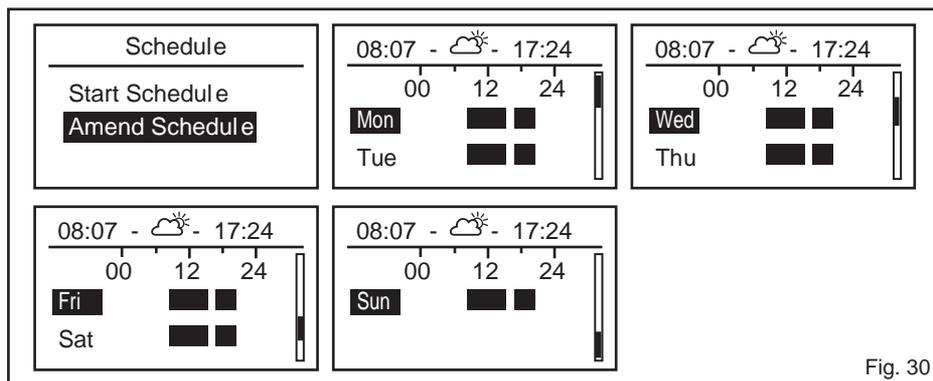

Fig. 30
- Gire el dial para seleccionar Modificar horario y, a continuación, pulse el dial para acceder a la página de resumen del horario (Fig. 30).
- Gire el dial para alternar entre los programas diarios (Fig. 30).